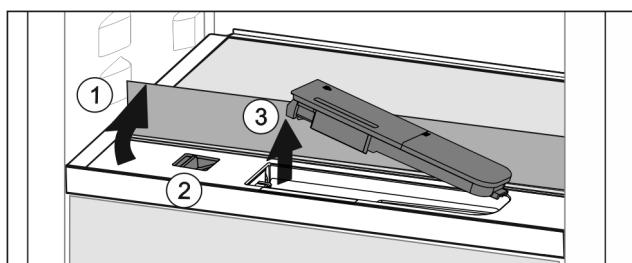

Fig. 127
- Повдигнете стъклената плоча и я завъртете до ограничителя назад Fig. 127 (1).
- Преместете плъзгача Fig. 127 (2) наляво.
- Извадете резервоара за вода Fig. 127 (3).